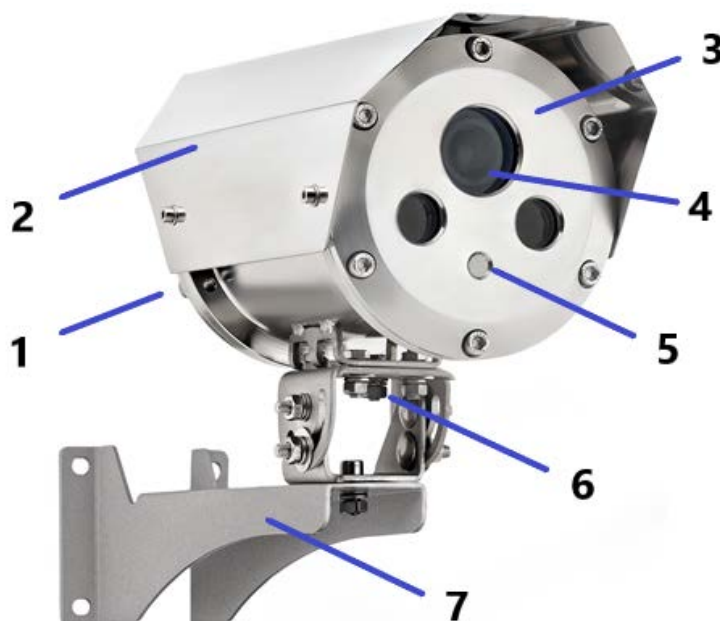

Рисунок 1 – Внешний вид видеокамеры
- Открутить винт (6) и отсоединить от видеокамеры крепежно-юстировочное устройство (7), рис. 1;
- Закрепить крепежно-юстировочное устройство (7) на установленное проектом место;
- Открутить фиксирующие винты и отделить заднюю крышку (1) от корпуса видеокамеры. Отделять заднюю крышку осторожно, чтобы не повредить провода от видеомодуля. При повреждении провода, видеокамеру необходимо вернуть по адресу, указанному в п.4.
- Через кабельные входы (1) завести внешние питающий и сигнальный кабели, подключить их к плате коммутации видеокамеры согласно схеме подключения в приложении Б;
- Установить видеокамеру на крепежно-юстировочное устройство (7), включить монитор, нацелить камеру на контролируемую зону и зафиксировать винтом (6), рис. 1;